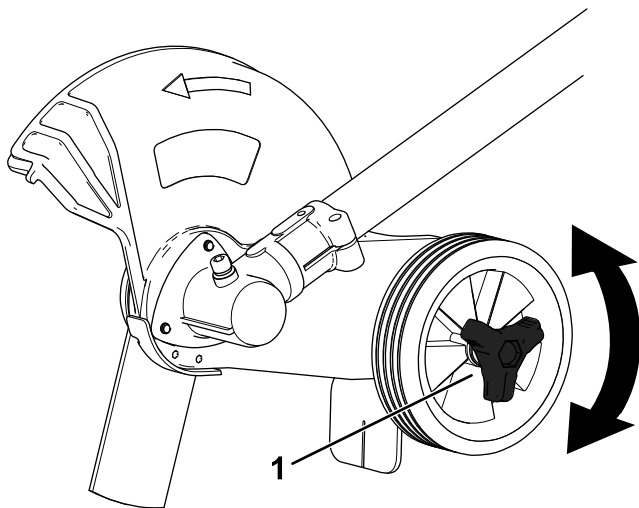

Figura 8
2. Afloje el pomo de la rueda y muévelo hacia arriba o hacia abajo en la ranura para aumentar o reducir la profundidad (Figura 8).